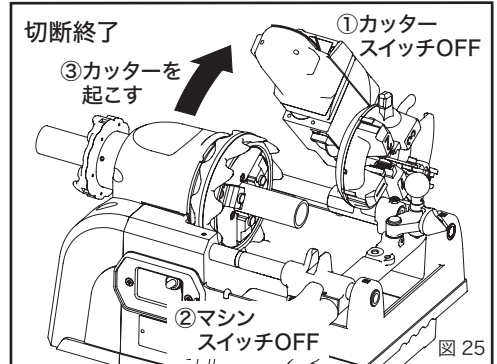

図 25
4. 切断終了 (図 25)
- ① カッターのスイッチを OFF にします。
- ② マシンのスイッチを OFF にします。
- ③ 刃物とパイプの回転が停止したのを確認してから、カッターを起こしてください。